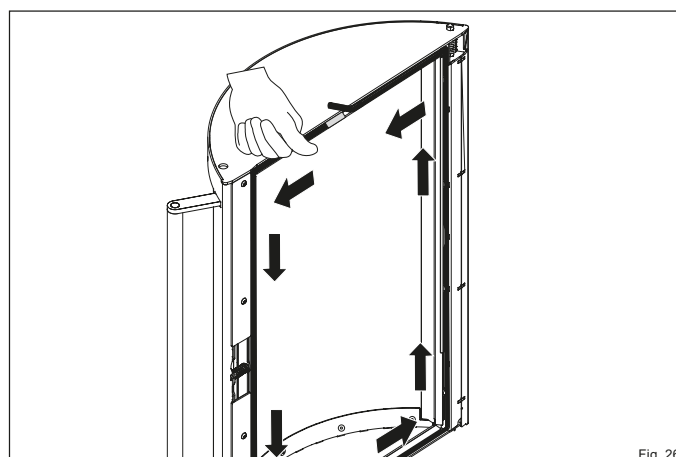
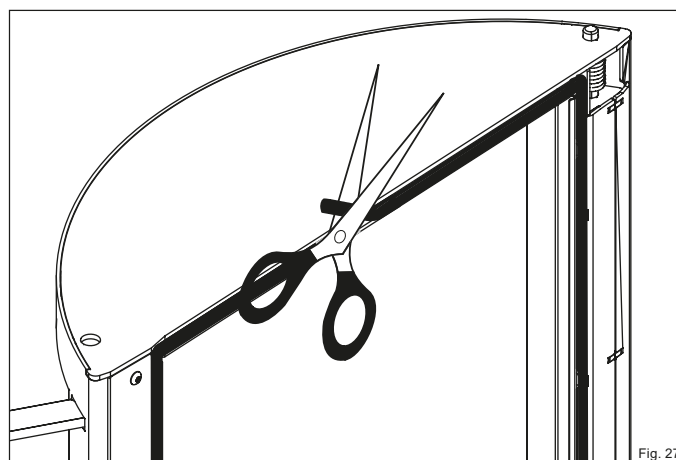

Fig. 26
Fig. 27
- ▶ Commencez à poser le joint au milieu du guide, dans la zone supérieure de la porte du foyer. Appuyez uniformément sur le joint dans le guide (Fig. 26). Laissez dépasser l'extrémité un peu et coupez le joint à ras (Fig. 27).